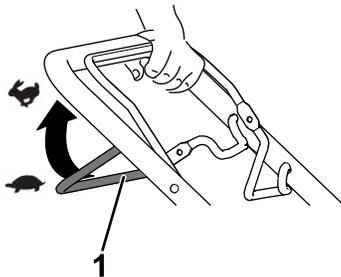

Figura 11
- Para activar la transmisión autopropulsada, tire de la barra de transmisión autopropulsada hasta el manillar y manténgala allí (Figura 11).